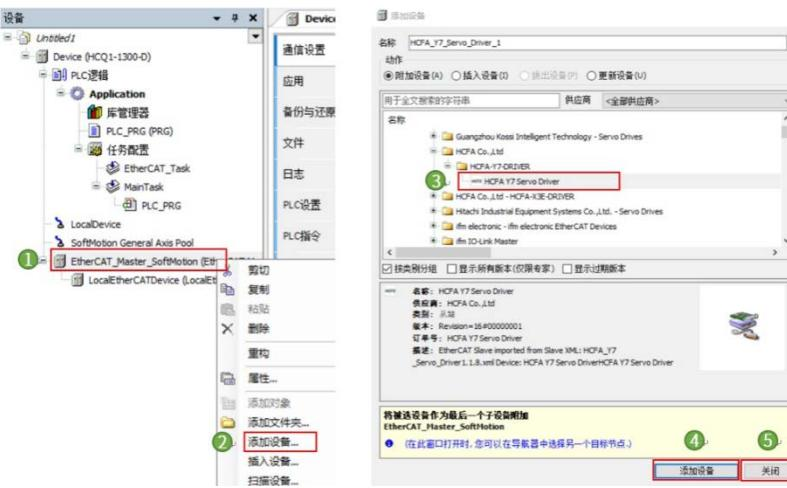

图 13-9 添加 Y7S 伺服轴
3. 右击【EtherCAT_Master_SoftMotion】，选择【添加设备】。在弹出的页面中选择【HCFA Y7 Servo Driver】，点击【添加设备】，添加完成后点击【关闭】，如图 13-9 所示。若无【HCFA Y7 Servo Driver】请添加对应 XML。